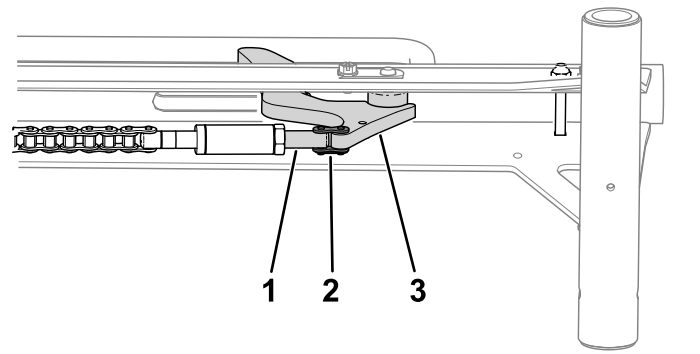

Figure 4
6. Utilisez un maillon de la chaîne pour fixer le tendeur de maillon sur la butée de roue (Figure 4).